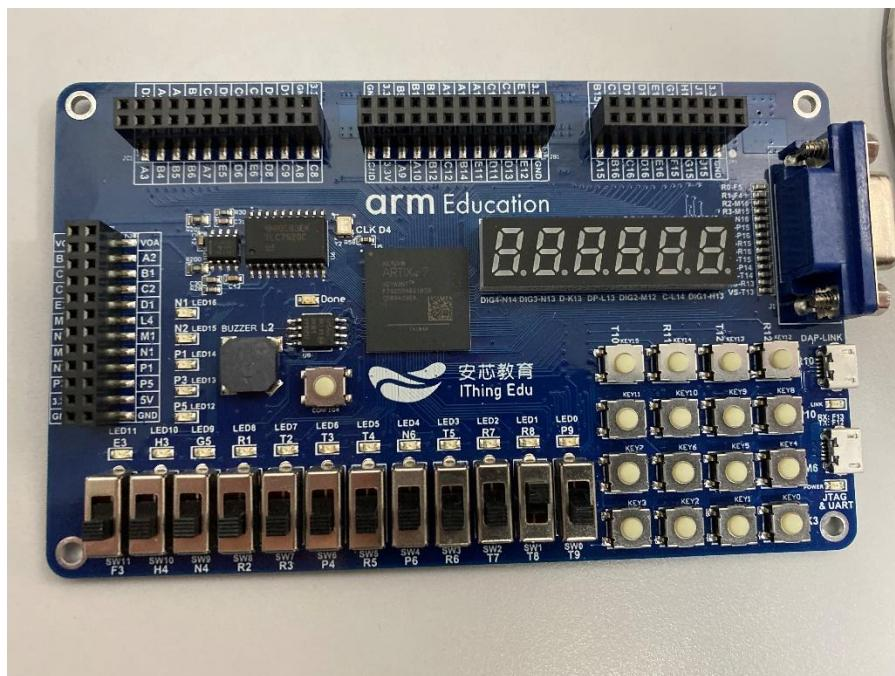

图 1-1 FPGA 开发板
- FPGA (Xilinx Artix-7)，如图 1-1 所示